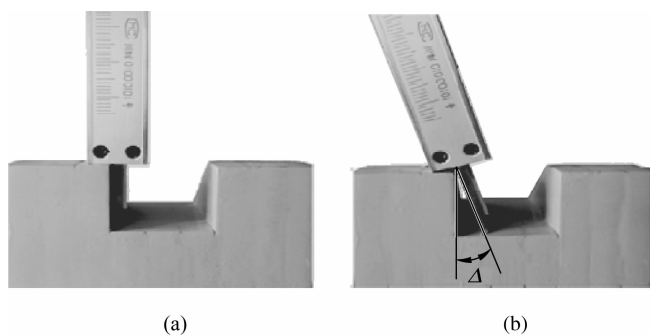

图 1-7 测量深度尺寸的方法示意图
(6)测量孔深或高度尺寸时,应使深度尺的测量面紧贴孔底,游标卡尺的端与被测件的表面接触,且深度尺要垂直,不可前后左右倾斜,如图 1-7 所示。